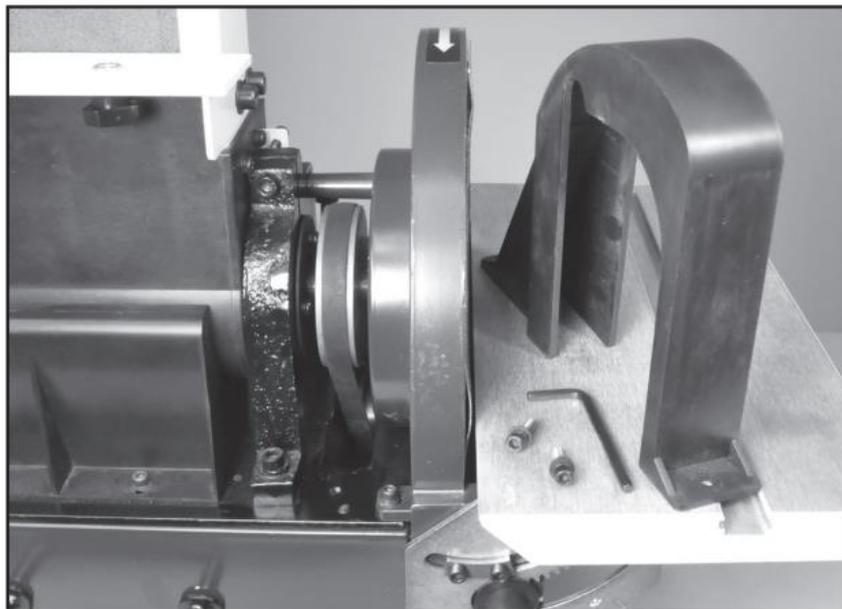

Рис.14
1. Снимите крышку ремня, открутив два винта с шестигранной головкой. Рис. 14.